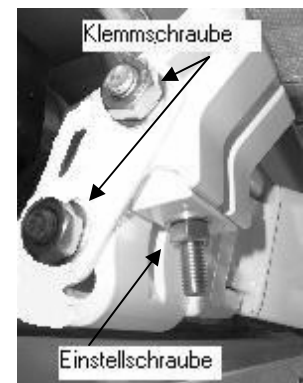

Bild 3
3. Die beiden seitlichen Klemmschrauben (SW 17) am Armhalter eines Gelenkarmes lösen, nicht entfernen (**Bild 3**). Jetzt die ausgefahrene Markise durch Anheben der Fallstange, durch eine zweite Person, entlasten. Am Schubträger mit Hilfe der Einstellschraube (SW 13) die gewünschte Tuchneigung einstellen (Mutter drehen) im Uhrzeigersinn Neigung höher, gegen Uhrzeigersinn Neigung tiefer, danach die Klemmschrauben wieder festziehen.